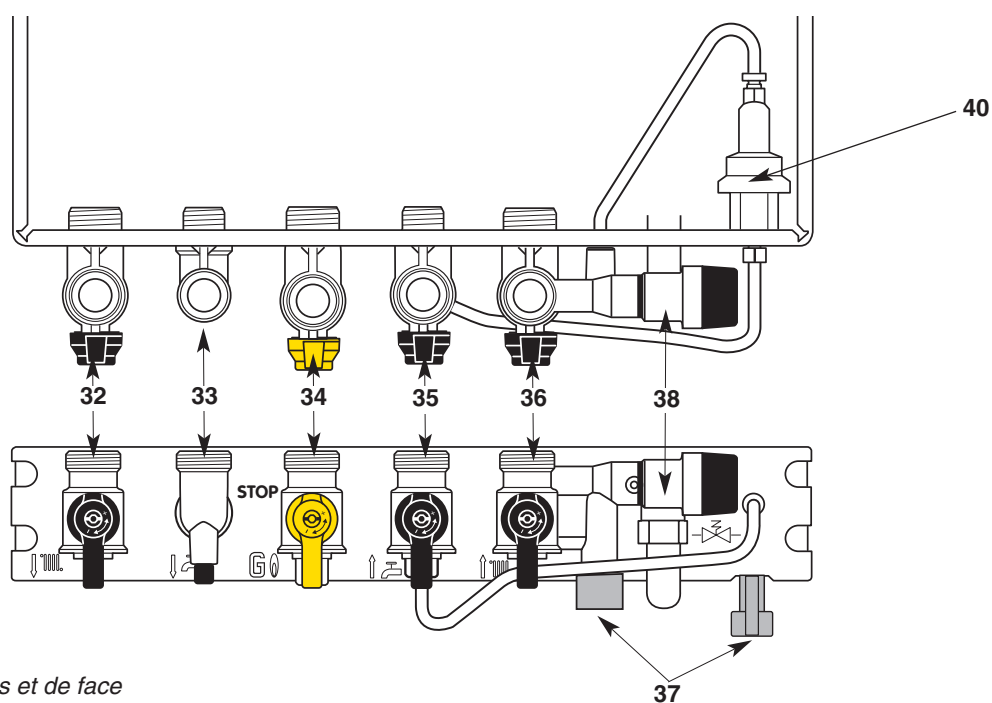

Fig. 22 - Vues de dessus et de face
### Barrette robinetterie (fig. 22)
4. Ouvrez le robinet d'arrivée de gaz **34** (fig. 22), sur la position  .
- Coupez l'arrivée du gaz en tournant le robinet **34** (fig. 22), sur la position STOP.
*Dans certains cas d'installation, il est possible qu'il se produise, après puisage d'eau chaude, un léger réchauffement de la canalisation (et éventuellement d'un radiateur). Pour l'éviter, il suffit de fermer le robinet départ chauffage **32** (fig. 22).*